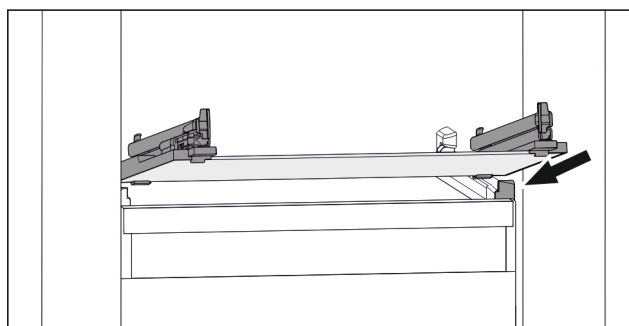

Fig. 119 Príklad zobrazenia sklenenej dosky
- ▶ Nasadte sklenenú dosku šikmo za zádržkami. (pozri Fig. 119)